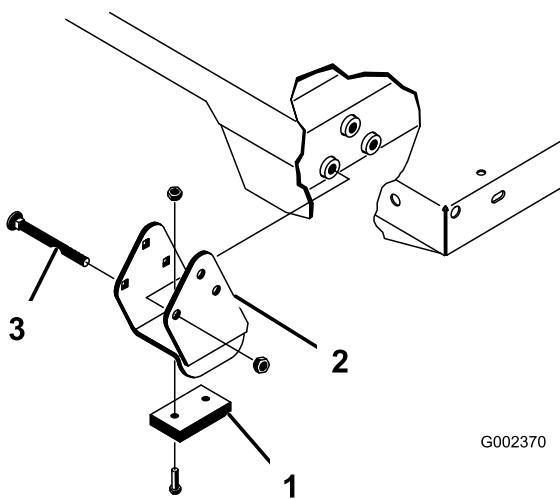

図 35
注 スペーサブラケットとウェアブロック(図35)はキャリッジボルトで固定しますが、このボルトは必ず頭を車両の内側に向けてください。
2. 荷台を慎重に車両フレームの上に載せる 後部にある荷台のピボットプレートの穴とリアフレームチャネル鋼材の穴を揃えて、クレビスピンとリンチピン各2個を取り付ける 図 35。
4. クレビスピンは荷台の外側から差し込み、リンチピンが荷台の外側に向いているようにする 図 35。